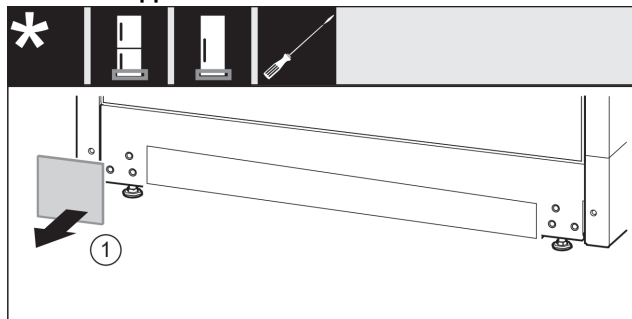

Fig. 15
- Retirer le cache. Fig. 15 (1)